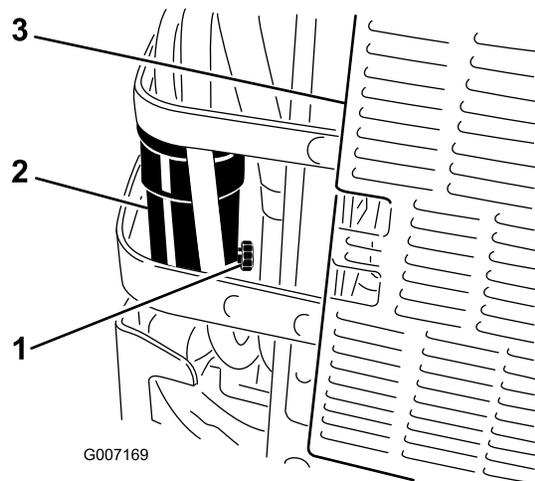

Figure 41
6. Dévissez le robinet de vidange du séparateur d'eau d'un tour environ pour vidanger l'eau et autres contaminants (Figure 41).
7. Fermez le robinet de vidange lorsque le gazole commence à sortir (Figure 41).